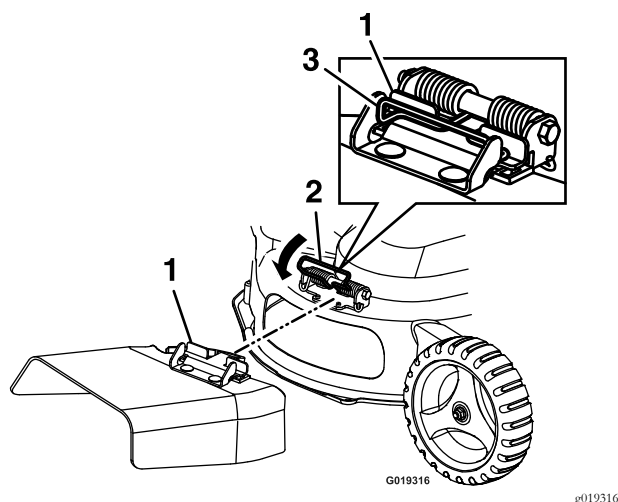

Figura 19
5. Sujetando el muelle de descarga lateral en la posición levantada, coloque el deflector de descarga en la carcasa del cortacésped sobre el orificio. Deje que el muelle baje sobre las pestañas del deflector de descarga. Asegúrese de que el deflector de descarga está firmemente colocado (Figura 19).